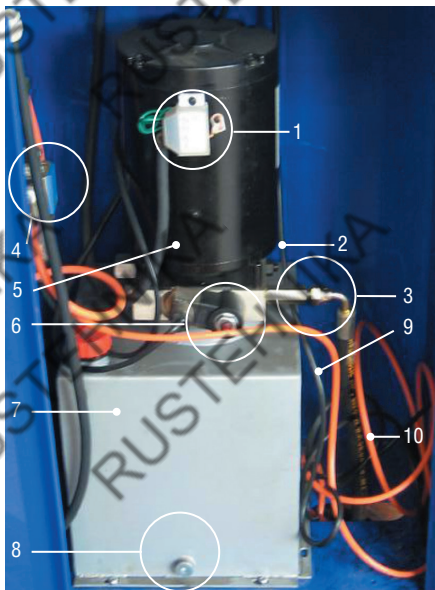

Рисунок 4 - Устройство блока управления
4. Залейте необходимое количество гидравлического масла в масляный бак (рис. 4). Количество масла определяется визуально, приблизительно 2 см от заливной горловины, минимум 4 см (но не более 15 литров).